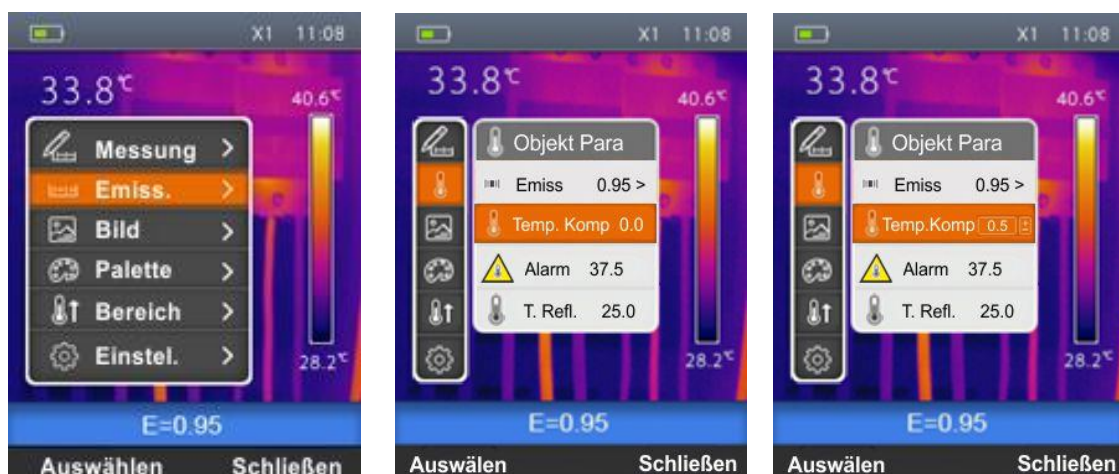

Abb. 19: Einstellung der Temperaturkompensation des Geräts
1. Wählen Sie "Emiss" mit den \oplus oder \ominus Tasten aus und drücken Sie die Taste. Die Bildschirmseite Abb. 19 – Mitte erscheint im Display.
2. Benutzen Sie die \oplus oder \ominus Tasten zur Auswahl von "Temp Komp" und drücken Sie die "Auswählen" Taste. Die Bildschirmseite Abb. 19 – Rechte Seite erscheint im Display.